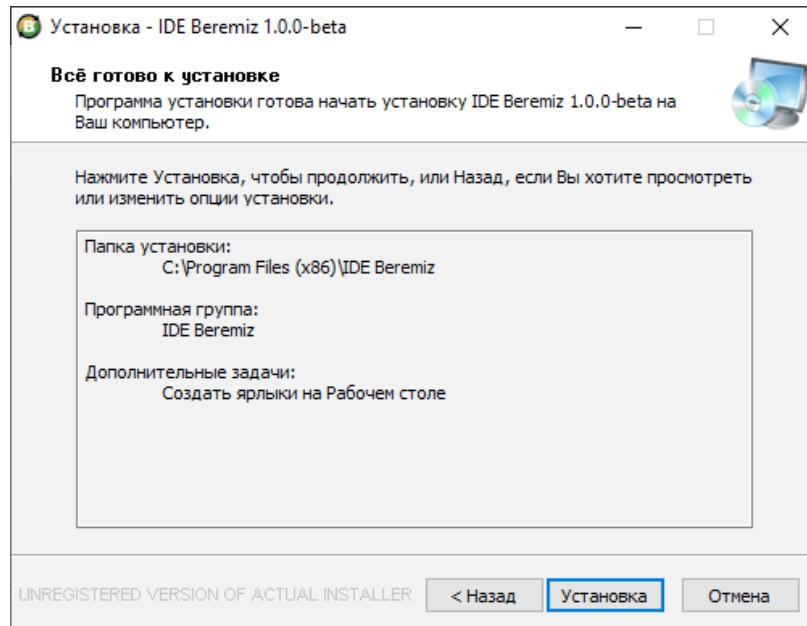

Рисунок 1.4 – Подтверждение установки
- 5) Подтвердить установку (рисунок 1.4)